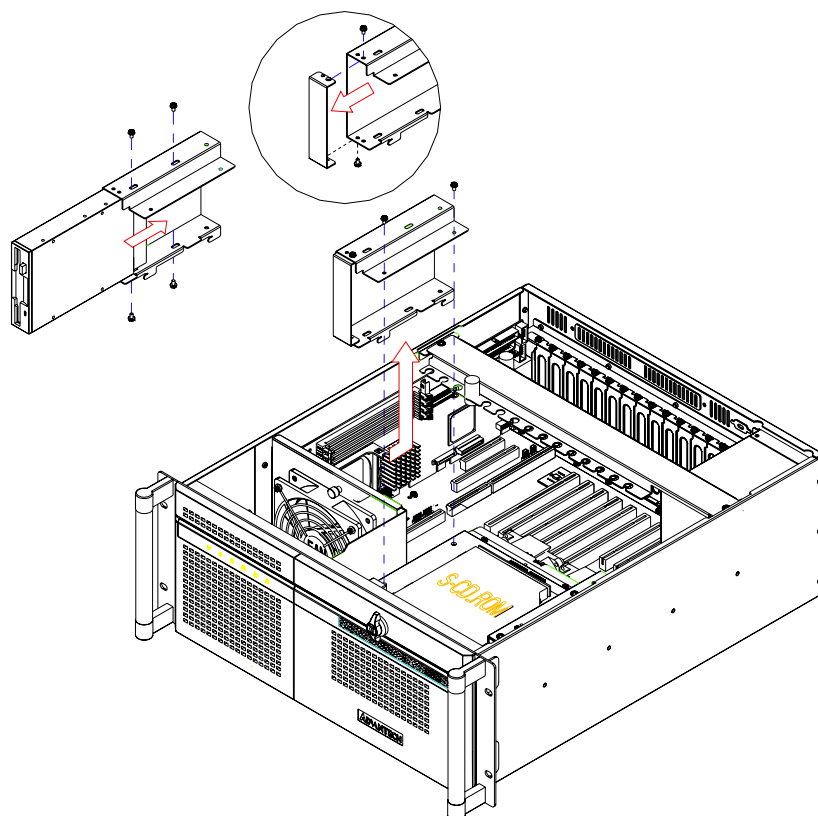

图 2.7: 安装 3.5" HDD 或 FDD
2. 将驱动器插入插槽并用螺丝进行固定 (如图 2.7 所示)。